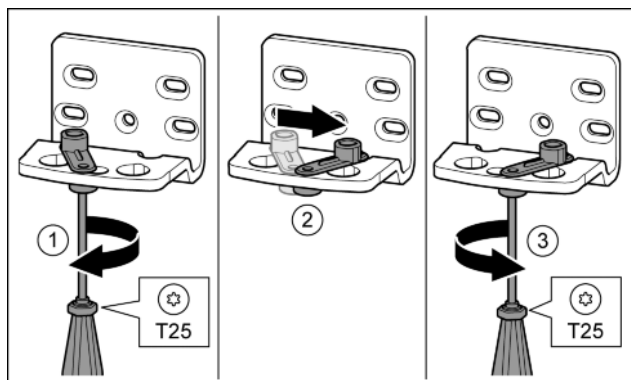

Fig. 17
- ▶ Lazán tekerje be a csavart a T25 csavarhúzóval. *Fig. 17 (1)*
- ▶ Emelje meg az ajtó záródását segítő egységet, és 90°-kal jobbra forgatva helyezze a furatba. *Fig. 17 (2)*
- ▶ Húzza meg a csavart a T25 csavarhúzóval. *Fig. 17 (3)*